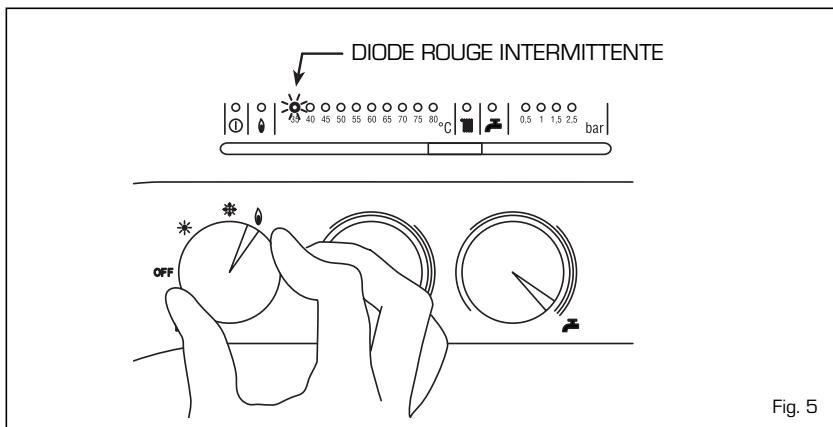

Fig. 5
- Intervention du l'aquastat de sécurité (fig. 5)